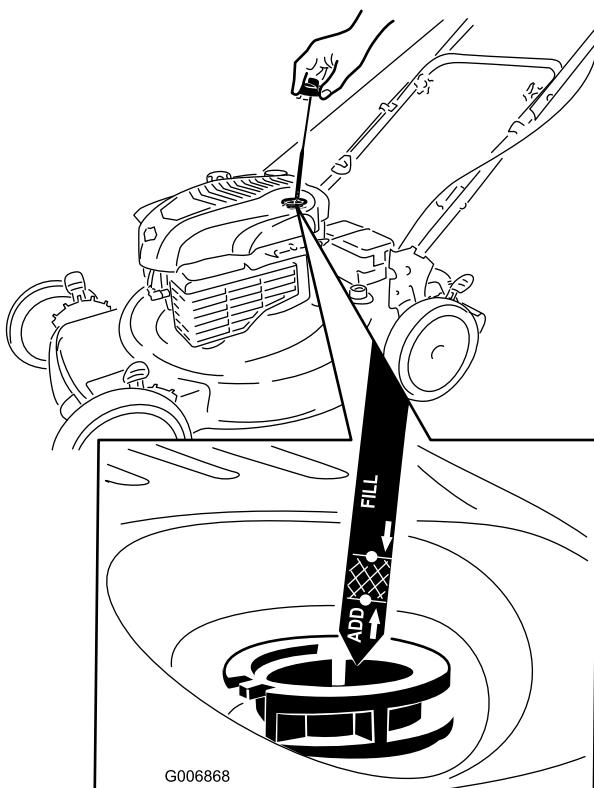

Figura 13
1. Retire la varilla, límpiela, y vuelva a colocarla (Figura 13).
2. Retire la varilla y compruebe el nivel de aceite (Figura 13). Si el nivel de aceite está por debajo de la marca "Add", vierta lentamente